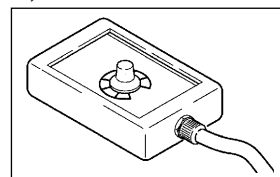

Fig. 6
2.2.2 Afstandsbediening met potentiometer RC16 voor MMA en TIG lassen (Fig. 6).